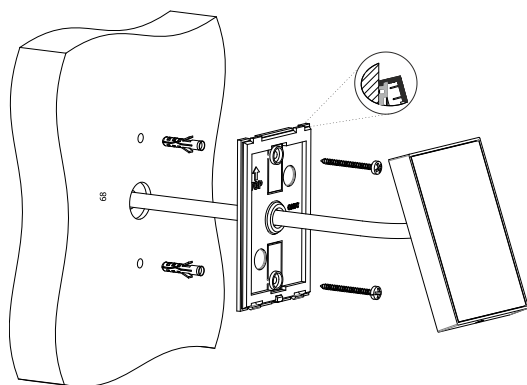

Fig. 2 : Installation du lecteur de carte
3. Aligner le lecteur sur le bord supérieur du coussinet de montage (figure 2) et cliquer dessus.
4. Fixer alors le lecteur de carte avec la vis de verrouillage (4).